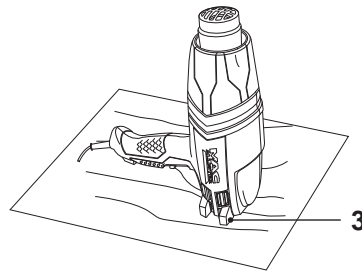

Fig. 4
- > Éteignez toujours le produit et placez-le sur son support [3] après utilisation (Fig. 4).